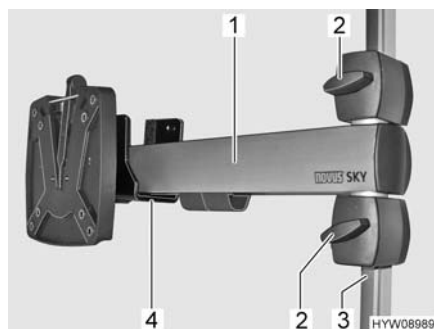

Fig. 9 Supporto con braccio snodato
- Svitare le viti ad aletta (Fig. 9,2).
- Spingere il braccio snodato (Fig. 9,1) nella guida (Fig. 9,3) e inserirlo (Fig. 9) nel supporto (Fig. 9,4).